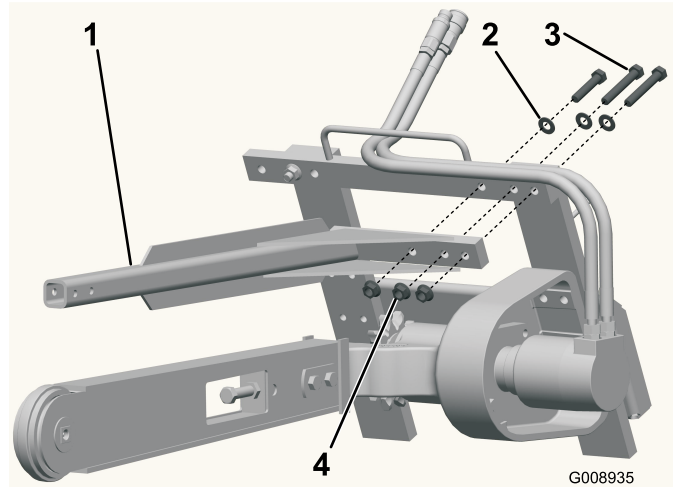

Figura 4
2. Usando los cierres retirados anteriormente, instale la barra de seguridad de la zanjadora tal y como se muestra en (Figura 4).
1. Retire los 3 pernos, las arandelas y las tuercas de la esquina superior izquierda del bastidor de la zanjadora (Figura 4).